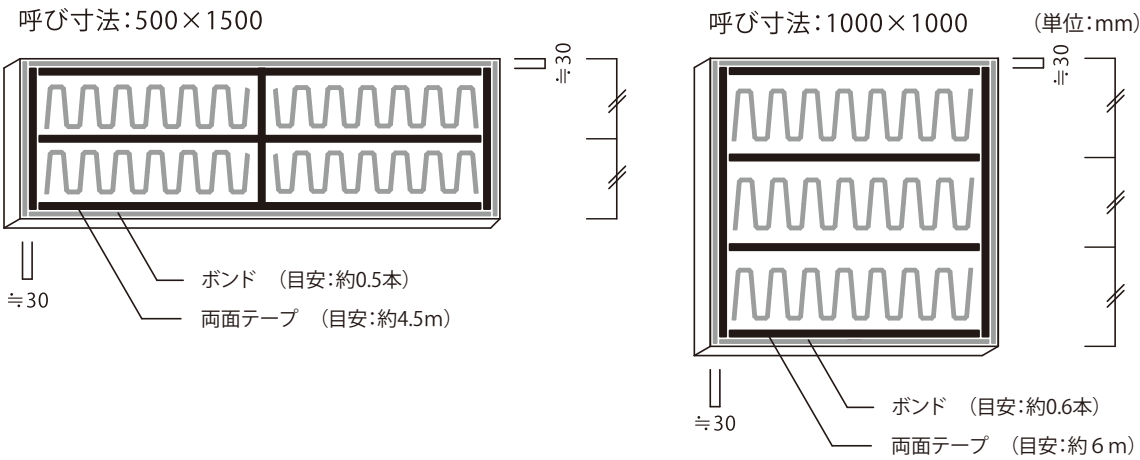
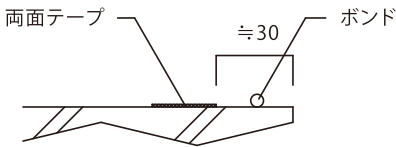
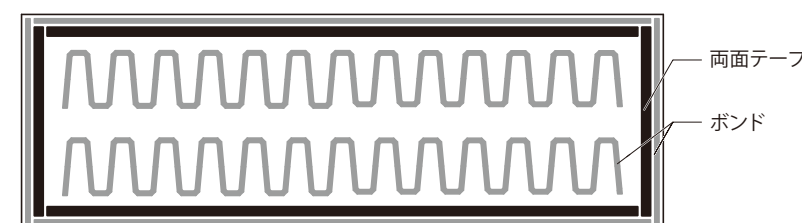

図 4 両面テープ貼り付け、接着剤塗布方法
図 5 接着剤塗布位置
図11 両面テープ貼り付け、接着剤塗布方法
④両面テープの貼り付け (P.6「Belle K-CAL接着要領」図4、図5参照)
両面テープを、図 4 に示す位置に貼り合わせた後、ローラー等を用いて十分に密着させて下さい。
ボンドは、ノズル先端を 2 方向からカットし、図 4、図 5 に示す位置に塗布してください。
③Belle K-CALへのテープ、接着剤塗布
- Belle K-CAL裏面へ、図11の様に両面テープの貼り付けと接着剤を塗布します。
内R壁への施工時に限り、両面テープの貼り付け、接着剤の塗布方法を図11の通りとして下さい。通常の図4の通りに施工すると、施工時に剥離紙を剥がしながら貼り進めることが、困難となります。